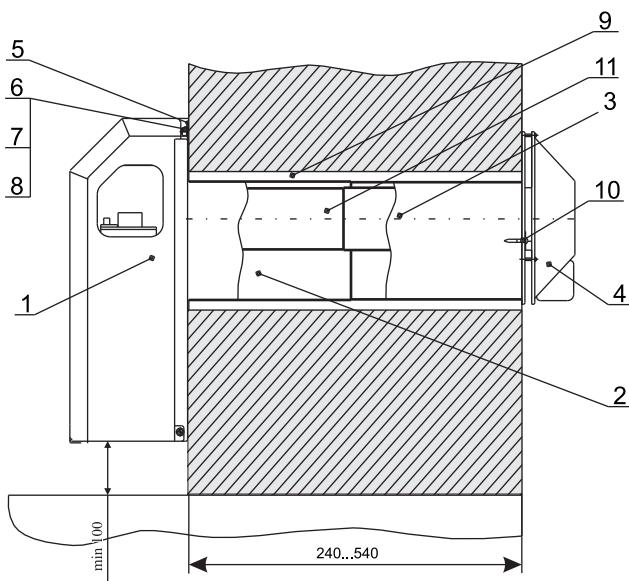

Рис. 2. УСТАНОВКА КОНВЕКТОРА
6.4.2. Встановити патрубок повітропроводу 2 (рис. 2) на осі каналу горизонтально так, щоб торець виступав над внутрішньою площиною стіни на 25 мм, і зафіксувати патрубок дерев'яними клинами, щоб уникнути його деформації.
6.4.3. Встановити газохід зовнішній 4 (рис.2) урівень із зовнішньою площиною стіни горизонтально по осі каналу, поєднавши при цьому вставку 3 і повітропровід 2. (розриви в з'єднаннях не допускаються), і зафіксувати дерев'яними клинами.
6.4.6. Зафіксувати на стіні шпильки кріplення конвектора(рис.2)
6.4.8. Встановити конвектор проушинами 5(рис.2) на шпильки кріplення 6(рис.2), з'єднавши при цьому патрубок димаря з фіксованим патрубком газоходу зовнішнього. Патрубок повітропроводу 2(рис.2) розмістити в кільцевому пазі конвектора на прокладку (базальтовий шнур). Виставити вертикально конвектор і закріпити його гайками (п.6), забезпечуючи при цьому щільний і герметичний прижим конвектора до повітропроводу. Встановити прижими і закріпити ними повітропровід в пазі конвектора.